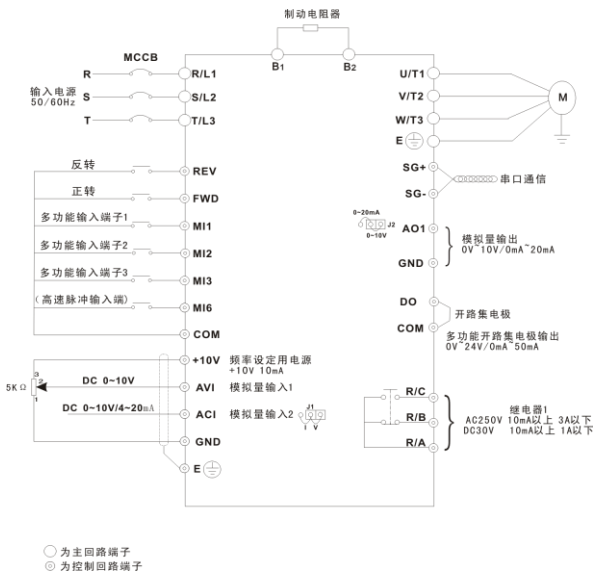

图 3-6 基本配线图
- (1) 接线前，确保已完全切断电源 10 分钟以上，否则有触电危险。
- (2) 严禁将电源线与变频器的输出端 U/T1、V/T2、W/T3 连接。
- (3) 变频器本身机内存在漏电流，中大功率变频器整机的漏电流大于 5mA，为保证安全，变频器和电机必须安全接地，接地线一般线径为 14~12AWG 铜线，接地电阻小于 10Ω。
- (4) 变频器出厂前已通过耐压试验，用户不可再对变频器进行耐压试验。
- (5) 变频器与电机之间不可加装电磁接触器和吸收电容或其它阻容吸收装置，如图 3-6。
- (6) 为提供输入侧过电流保护和停电维护的方便，变频器应通过中间继电器与电源相连
- (7) 继电器输入及输出回路的接线(MI1、MI2、MI3、MI6、A01、DO、FWD、REV 等)，应选用 22~16AWG 绞合线或屏蔽线，屏蔽层一端悬空另一端与变频器的接地端子相连，接线长度小于 20m。